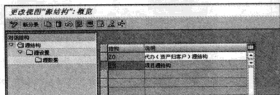

图 9-55 设置“源结构”
STEP 1 在命令栏输入 SPRO 命令，通过菜单选择“项目系统→成本→自动和周期分配→结算→结算概况→定义源结构”选项，弹出“更改视图‘源结构’：概览”界面，如图 9-55 所示。在此界面中，可以创建、修改、删除源结构及相应的设置内容。